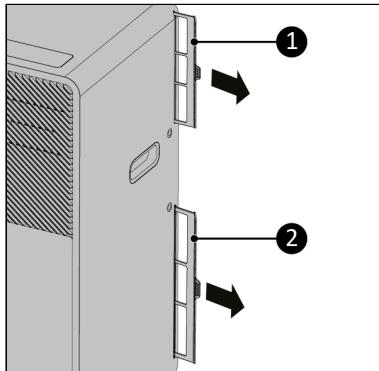

Figure 68.
3. L'appareil a deux filtres à l'intérieur de l'appareil. Retirez les deux filtres (Figure 68, pos. 1 & 2) depuis le côté de l'appareil.